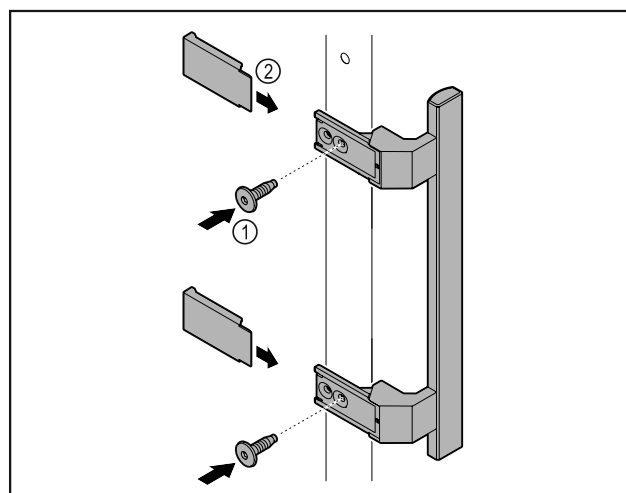

Fig. 8
- ▶ 用随附的螺钉 Fig. 8 (1) 将附件包中的把手安装到门上。
- ▶ 安放盖板 Fig. 8 (2)。